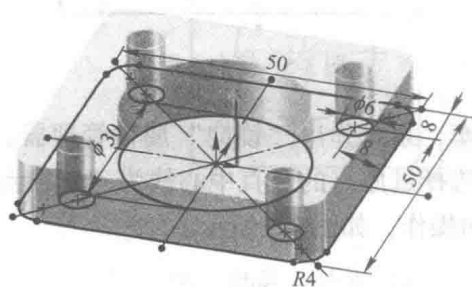
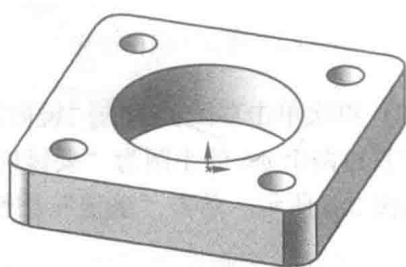

图 3-10 凸台拉伸操作预览
图 3-11 凸台拉伸操作
(7) 单击“特征”切换到特征创建面板, 在特征栏中选择“拉伸凸台/基体”命令, 系统弹出“凸台-拉伸”属性管理器。在“方向 1 (1)”栏的“终止条件”选择框中选择“给定深度”, 深度设为 10, 其他采用默认设置, 结果如图 3-10 所示。单击“确定”按钮完成拉伸特征操作, 如图 3-11 所示。
(8) 完整实例教程 3 法兰盘创建完成。选择菜单“文件”→“另存为”命令, 在弹出的“另存为”对话框将文件命名为“实例教程 3 法兰盘.SLDPRT”, 单击“保存”按钮。